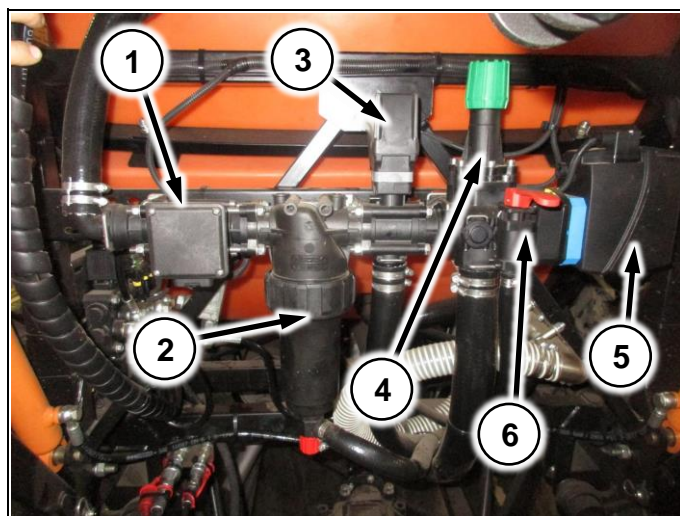
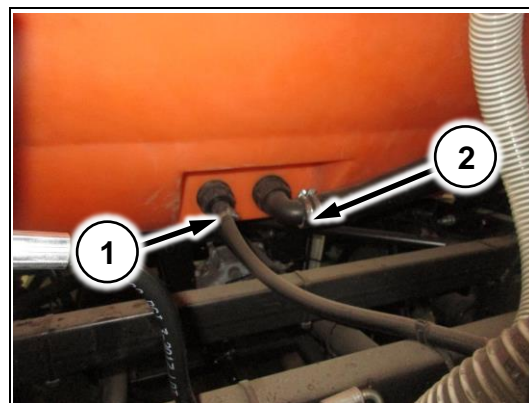

Рис. 64
Рис. 73
(Рис. 64/1) – расходомер
(Рис. 64/2) – корпус фильтра тонкой очистки
(Рис. 64/3) – регулирующий клапан
(Рис. 64/4) – предохранительный клапан
(Рис. 64/5) – главный клапан
(Рис. 64/6) – краны включения гидравлической мешалки (п.4.2.3.8) и омывателя хим. бака (п.4.2.3.5)
1. М – главный клапан (Рис. 64/5)
2. R – регулирующий клапан (Рис. 64/3)
3. F – расходомер (Рис. 64/1)
Гидравлическая мешалка предназначена для обеспечения равномерной концентрации рабочей жидкости в баке (Рис. 73/1). Гидравлическая мешалка включается краном на гидрораспределителе (Рис. 64/6)
(Рис. 73/2) – сброс в бочку с коллектора сброса хим. системы